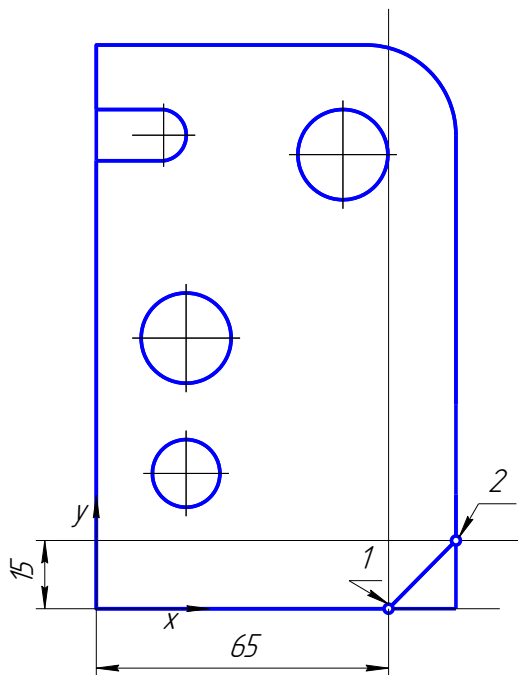

Рис. 4
8. Срезаем правый нижний угол пластины (рис. 4). Вызовите команду  **Отрезок**. На **Панели свойств** задайте начальную точку отрезка **т.1** $x = 65$, $y = 0$ и конечную точку **т.2** $x = 80$, $y = 15$.